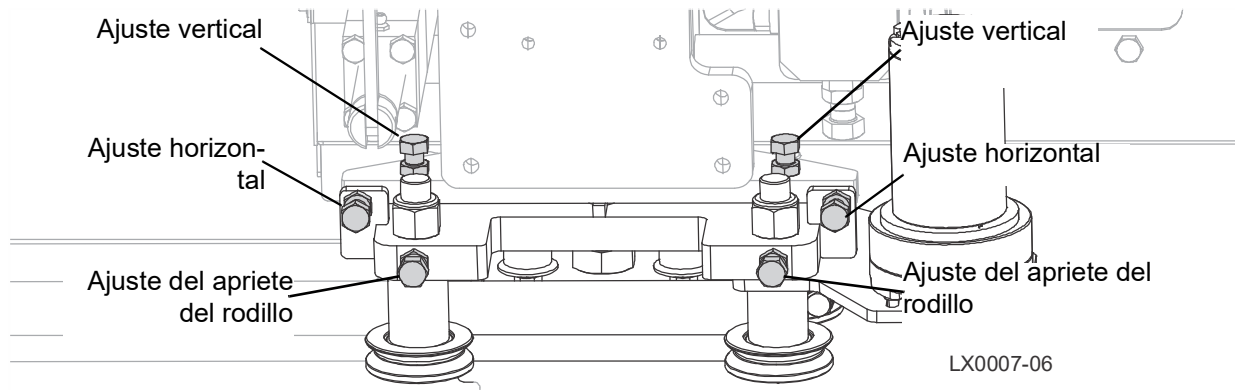

FIG. 7-3
3. Si hay holgura, apriete los pernos de ajuste de la parte frontal del montaje del guiasierra aflojando la contratuerca, apretando la tuerca de ajuste y volviendo a apretar la contratuerca. (Vea FIG. 7-3.)
6. Afloje las tuercas de seguridad del perno de ajuste horizontal. (Vea FIG. 7-3.)
13. Afloje las tuercas de seguridad del perno de ajuste vertical. (Vea FIG. 7-3.)